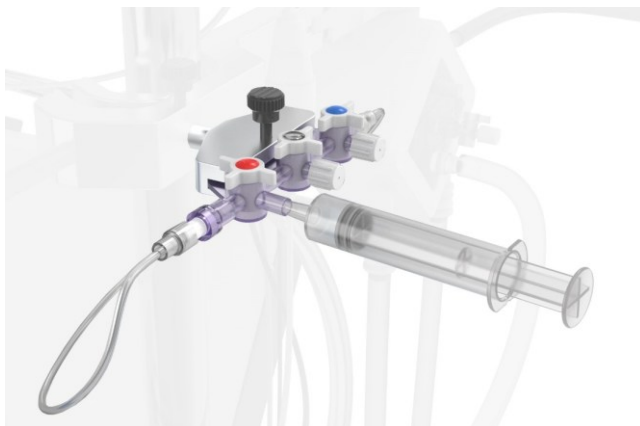

Figura 20 Deaerazione dalla linea del campione aspirando con una siringa. Assicurarsi che la valvola rossa sia orientata come indicato.
- Inserire la siringa nella porta rossa della valvola di campionamento per deaerare la linea di campionamento. Aprire la valvola rossa sulla porta di campionamento, Figura 20.